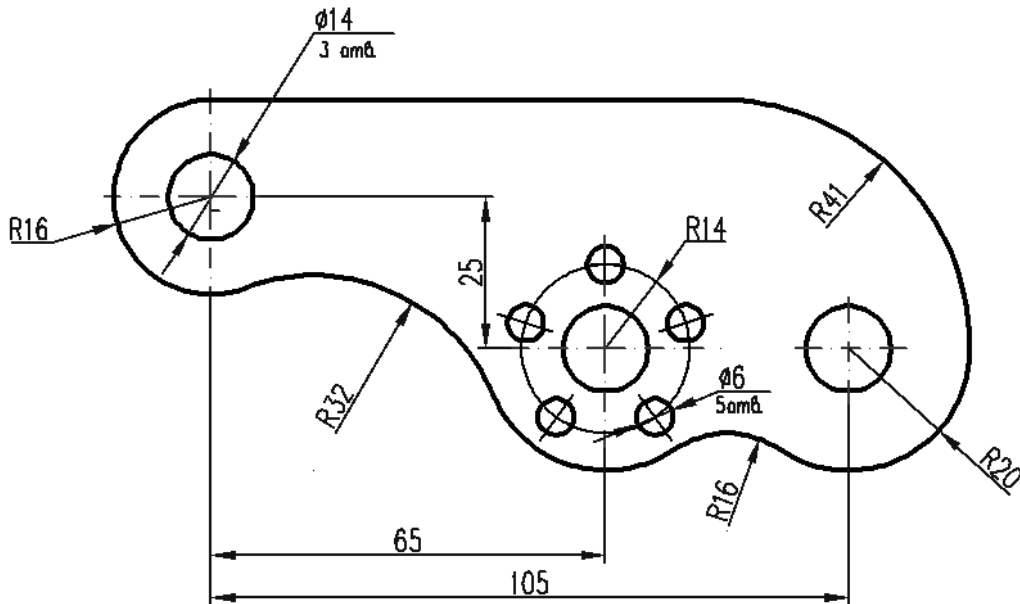

Рис.1. Контур детали
2. Изучить пример выполнения детали (рис.1)